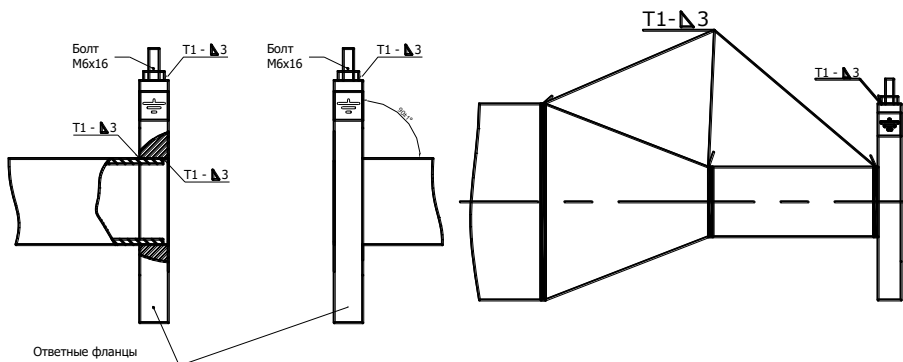

Рис.5
4.3.5 К прямолинейным участкам трубопровода приварить фланцы в соответствии с ГОСТ 12820-80, при этом угол между осью трубопровода и плоскостью фланца должен быть  $90\pm 1^\circ$ . Фланцы следует приваривать таким образом, чтобы после установки ППР ось электродов ППР лежала в горизонтальной плоскости (допустимое отклонение от линии горизонта  $\pm 10^\circ$ ). При монтаже ответных фланцев необходимо приварить болт заземления к верхней части монтируемого фланца (см. рис. 5).
**ВНИМАНИЕ!!!** На датчики расхода, монтаж которых выполнен с нарушением требований ГОСТ 12820-80 (соединение труба-фланец), гарантийные обязательства не распространяются (см. Рис. 5а).
Рис.5а